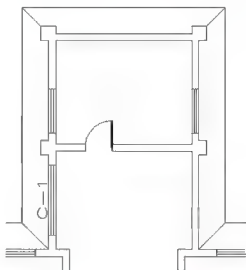

图 3.86 插入的窗图块
- (7) 在输入门窗编号“C-1”:提示下, 按Enter键执行尖括号内默认值“C 1”, 结果如图3.86所示。